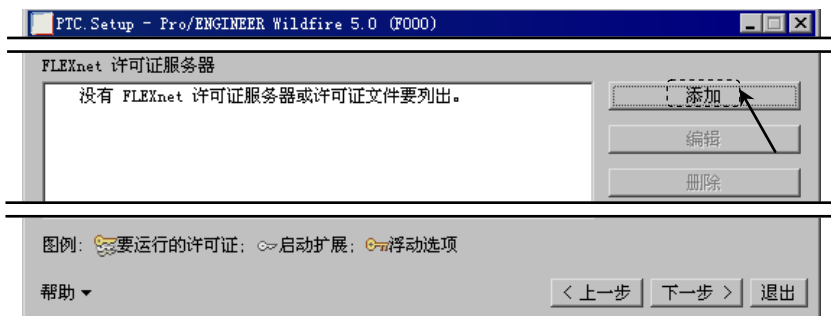
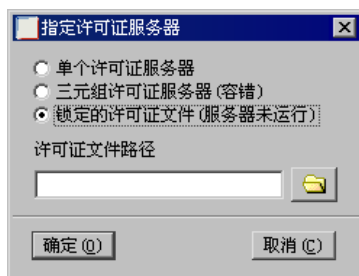

图 2.5.7 指定许可证服务器
图 2.5.8 “指定许可证服务器”对话框
(1) 在该对话框中的 **标准** 区域中选择 **公制** 单选项。
(2) 单击 **下一步 >** 按钮。
Step8. 此时系统弹出图 2.5.7 所示的对话框，单击 **添加** 按钮，系统弹出图 2.5.8 所示的“指定许可证服务器”对话框，在该对话框中进行下列操作。